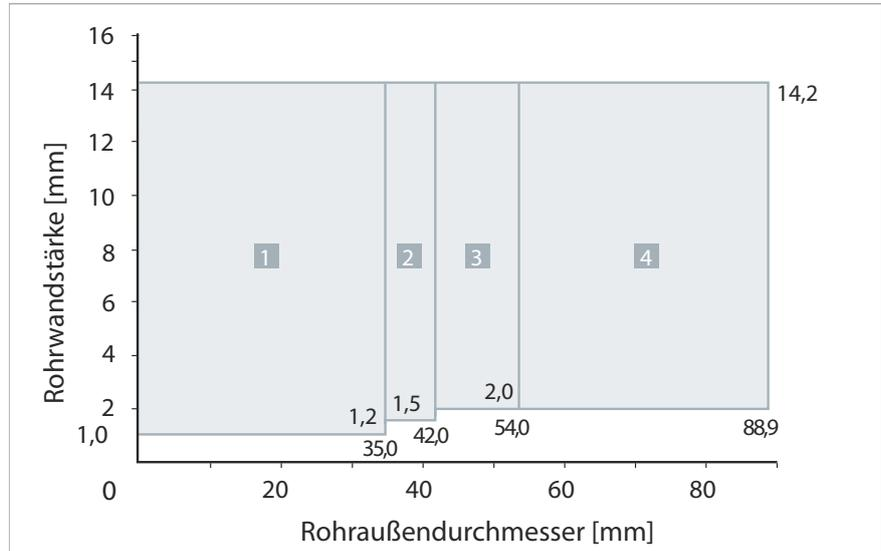

Abb. 7: AF/Armaflex Isolierungslängen bei nicht brennbaren Rohren
- Zulässig sind Rohre aus Polyethylen (PE) gemäß EN 1519-1, EN 12666-1, EN 12201-2 sowie DIN 8074/8075, Rohre aus Acrylnitril-Butadien-Styrol (ABS) gemäß EN 1455-1 und Rohre aus Styrol-Copolymer-Blends (SAN+PVC) gemäß EN 1565-1 bis zu einem Außendurchmesser von 50 mm. Die zulässigen Nennrohrwandstärken gemäß Abb. 7 sind zu beachten.